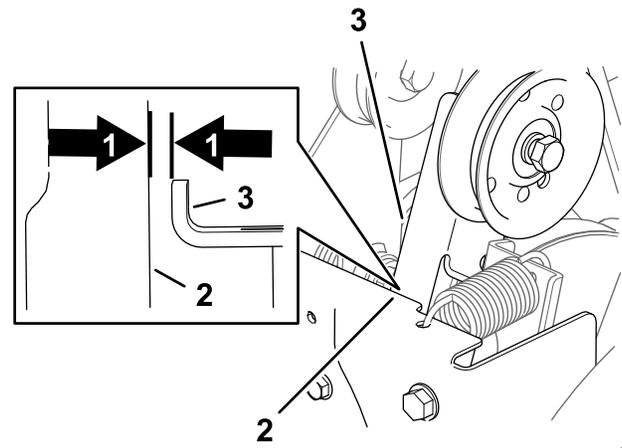

Figura 39
2. Con la palanca de activación del cepillo desengranada, compruebe que el espacio entre el brazo del embrague del cepillo y el bastidor de la máquina es de 1.5 mm (1/16"), como se muestra en la Figura 39.